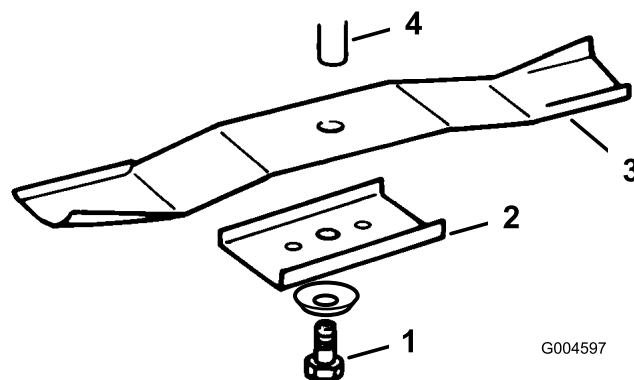

Bild 36
3. Entfernen Sie die Schraube (5/8 Zoll-Schlüssel), Wellenscheibe, den Halter und das Schnittmesser (Bild 36). Sie können einen Holzklötzchen zwischen das Schnittmesser und das Mähwerk keilen, um das Schnittmesser beim Entfernen der Schraube zu blockieren.
1. Bringen Sie das Schnittmesser, den -halter, die Wellenscheibe (Schalenseite zum Messer) und die Messerschraube an (Bild 36).